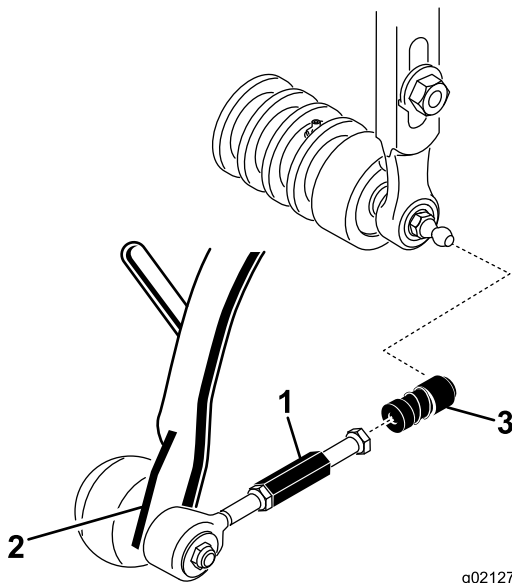

图10
3. 将各个球窝接头接收器的套管向后滑,然后将接收器挂到滚刀组球头螺栓上(图10)。